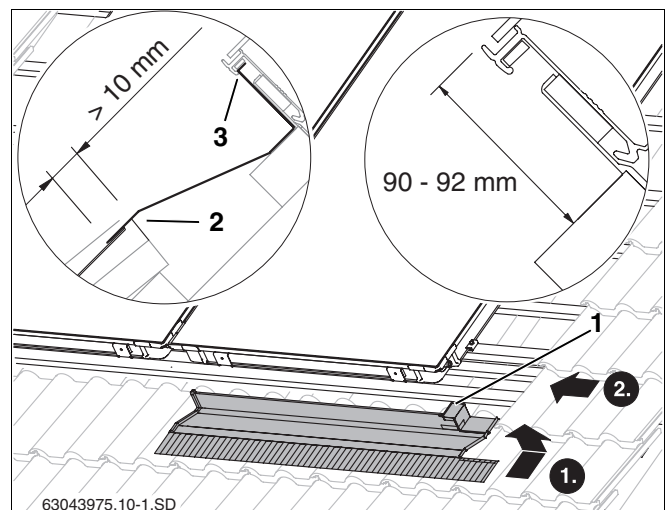
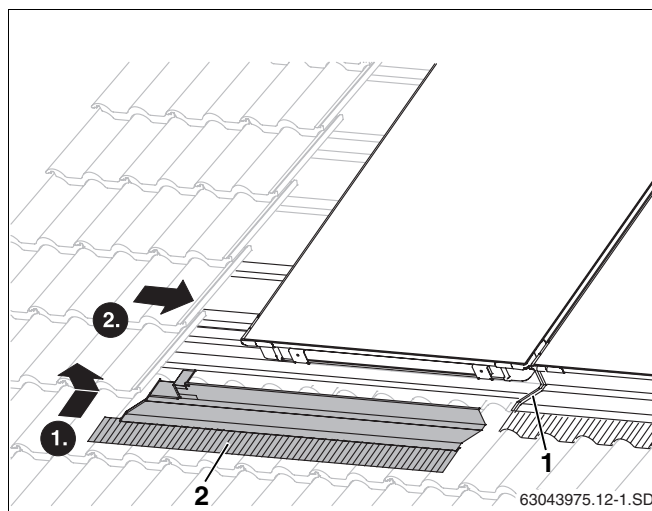

Fig. 44 Chapa de cobertura direita em baixo
Fig. 47 Montagem da chapa de cobertura esquerda inferior
- ▶ Encaixar a chapa de cobertura direita com o bordo em cima na pega do colector (fig. 44, **item 3**).
- ▶ Empurrar a chapa de cobertura encostando-a no colector, de modo que o bordo direito (fig. 44, **item 1**) em cima também agarre à pega do colector.
A chapa de cobertura deve ficar apoiada pelo menos 10 mm sobre a telha (fig. 44, **item 2**).
- ▶ Colocar a chapa de cobertura esquerda (fig. 47, **item 2**) sobre a chapa anterior e montá-la da mesma maneira que a direita (fig. 44).
Apenas remover a película protectora da cola da chapa de cobertura (fig. 47, **item 1**) quando todas as chapas estiverem aparafusadas.